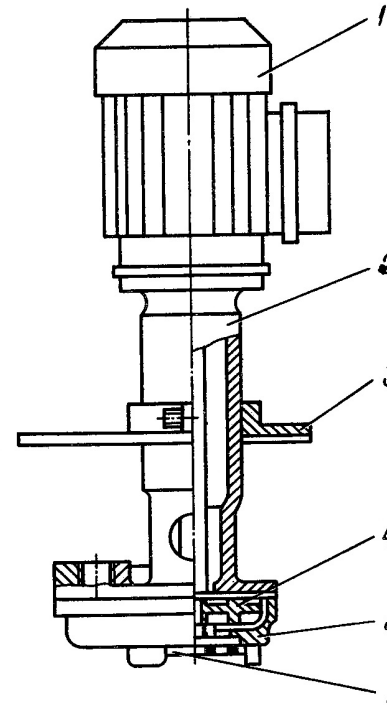

Рис.2. Устройство электронасоса:
5.1. Устройство электронасоса показано на рис. 2.